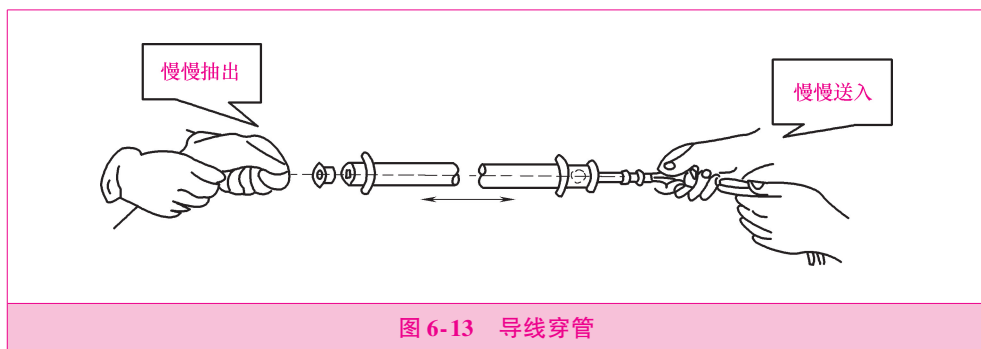

图 6-13 导线穿管
- 4) 穿线时在管子两端口各有一人，一个人负责将导线束**慢慢送入**管内，另一个人负责**慢慢抽出**引线钢丝，要求步调一致。PVC 管线线路一般使用单股硬导线，单股硬导线有一定的硬度，可直接将导线穿入管内，如图 6-13 所示。在线路穿线中，如遇月牙弯，导线不能穿过，可卸下月牙弯，待导线穿过后再安装；最后将塑料管连接好。